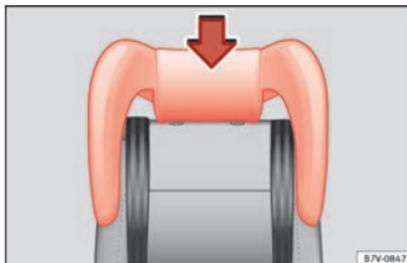

Fig. 93 Siège intégré pour enfants : monter son appuie-tête.
• Montez l'appuie-tête du siège pour enfant sur le guide du dossier correspondant jusqu'à ce qu'il s'encastre » fig. 93.